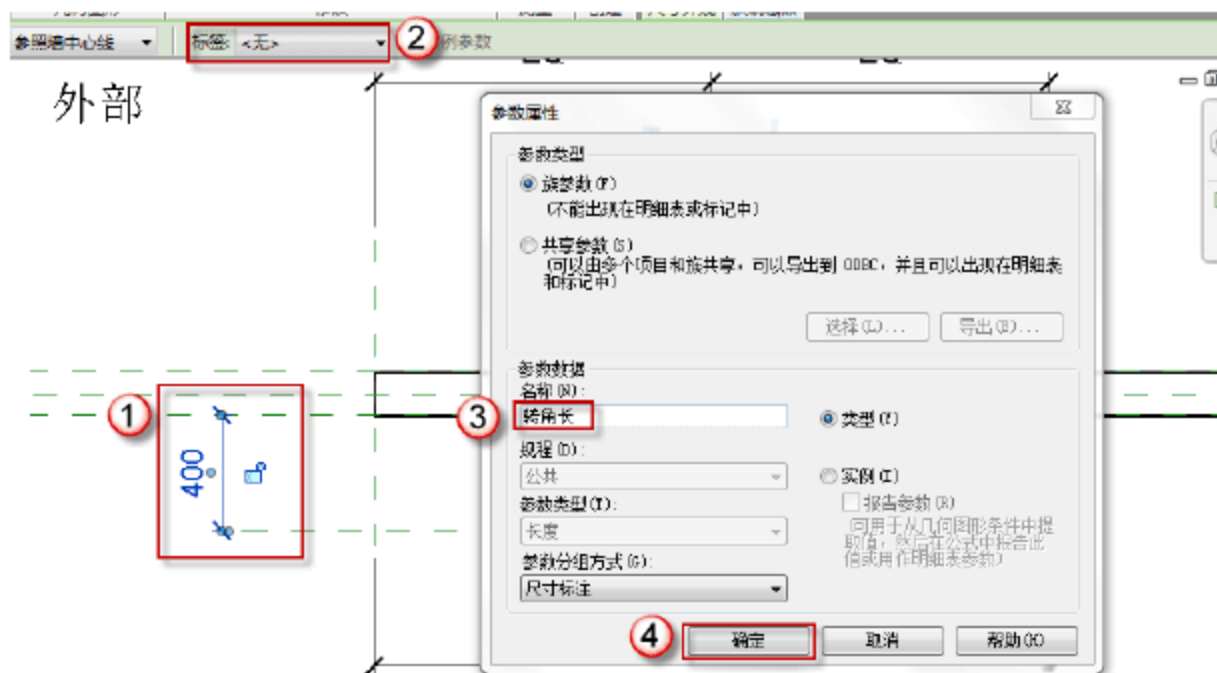

图 6.3.48 新建尺寸参数“转角长”
(9) 新建尺寸参数“转角长”。按快捷键 R+P，在上方标签“偏移量”中输入“400”字样，绘制一条距离门内边线 400 的一条参照平面辅助线，如图 6.3.48 所示。再按快捷键 D+I，标注从门内边线到辅助线的距离，按 Esc 键，然后选择该标注，在上方“标签”中选择“添加参数”，弹出“参数属性”对话框，在“参数数据”的“名称”中输入“转角长”字样，单击“确定”按钮，如图 6.3.48 所示。